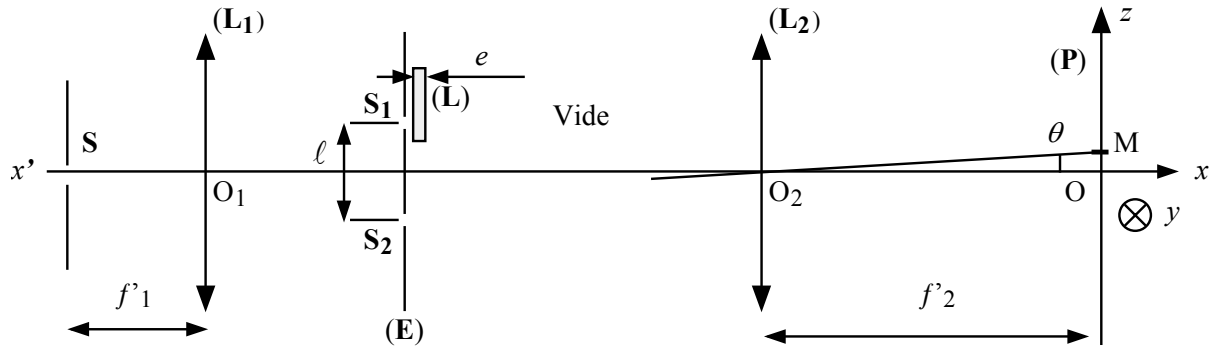

Figure 9
Sur le trajet des rayons diffractés par le trou S_1 , on place, parallèlement à l'écran (E) , une lame mince (L) , transparente et d'indice n . Cette lame, d'épaisseur e , transmet intégralement la lumière. Ses faces sont supposées rigoureusement planes et parallèles (figure 9). On souhaite vérifier l'homogénéité du matériau qui constitue (L) .